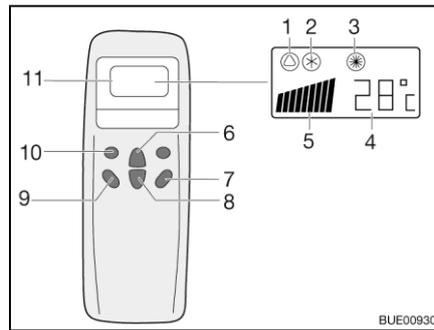
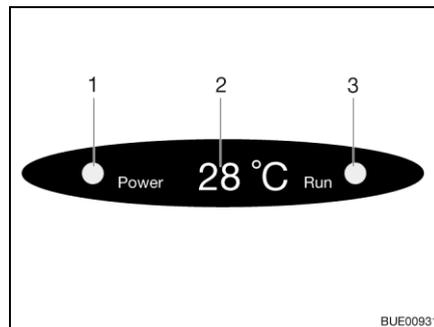

Fig. 168 Telecomando
Fig. 169 Display su diffusore
- Premere il tasto "ON/OFF" (Fig. 168,7).
- Premere il tasto "Mode" (Fig. 168,10) spesso, finché la modalità desiderata (Fig. 168,1, 2 o 3) viene visualizzata sul display. La spia di controllo relativa sul display sul diffusore (Fig. 169,3) si accende.
- Con i tasti di aumento della temperatura (Fig. 168,6) o di riduzione della temperatura (Fig. 168,8) regolare la temperatura desiderata.
- Con il tasto numero di giri ventola (Fig. 168,9) selezionare il livello desiderato per la ventola.